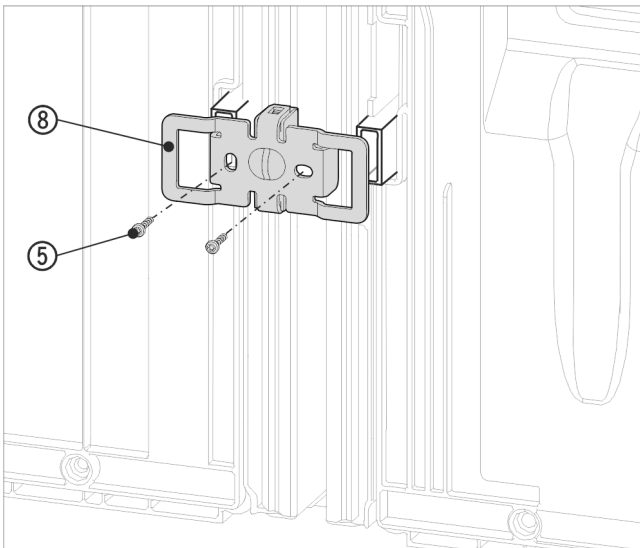

Fig. 19 Példaként szolgáló ábrázolás
- Tolja rá ismét a rögzítővasat Fig. 19 (8) a bemarásokkal a fali távtartó számára kialakított felvőre.
- Rögzítse 2 csavarral Fig. 19 (5).